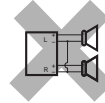
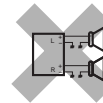

Fig. 1
Fig. 2
- Si el conexionado de altavoz de su automóvil es como se indica en las Fig. 1 y Fig. 2 de abajo, NO conecte la unidad utilizando ese conexionado de altavoz original. Si lo hace, se producirán daños graves en la unidad.
- Se il cablaggio per le casse sulla vettura risulta come illustrato nelle Fig. 1 e Fig. 2 qui sotto, NON collegare l'apparecchio usando il cablaggio originale, perché si danneggia seriamente l'apparecchio.
- Om högtalarledningarna i bilen är dragna som i Fig. 1 och Fig. 2 nedan ska enheten INTE anslutas med dessa ursprungliga högtalarledningar. Gör du det kommer enheten att skadas allvarligt.
- Если проводка громкоговорителей в Вашем автомобиле такая, как показано на приводимых ниже Fig. 1 и Fig. 2, НЕ подключайте устройство с помощью первоначальной проводки громкоговорителей. Если Вы это сделаете, устройство будет серьезно повреждено.